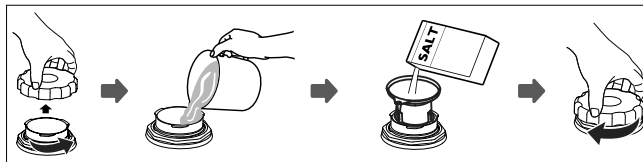

Abb. 13 – Salz einfüllen
- ▶ Entfernen Sie den Geschirrkorb (6) und drehen Sie den Deckel vom Salzbehälter (11) ab.
- ▶ Füllen Sie vor der ersten Benutzung ca. 1 l Wasser in den Salzbehälter (siehe **Abb. 13**).
- ▶ Füllen Sie mit einem geeigneten Hilfsmittel, wie z. B. mit einem haushaltsüblichen Trichter, 130 g Spülmaschinen-Salz in die Öffnung des Salzbehälters (11) ein. Es ist normal, wenn Wasser aus dem Salzbehälter austritt.
- ▶ Nachdem der Behälter gefüllt ist, drehen Sie den Deckel im Uhrzeigersinn wieder fest (siehe **Abb. 13**).